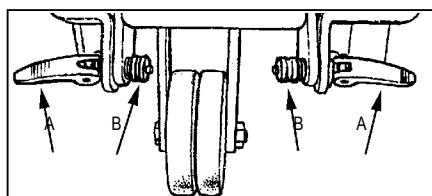

Figure 2
- Ouvrez les leviers de déverrouillage rapide (2A) et dévissez les écrous de réglage (2B) pour permettre l'installation du chariot. (voir Figure 2)